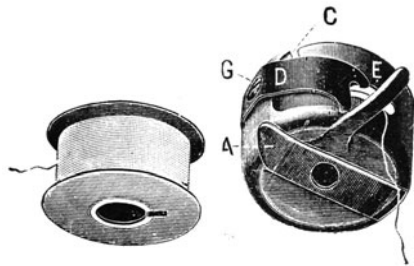

Abb. 30.
Die sehr hohe Spule wird von einem mit Spannungsfeder (D) versehenen **Spulengehäuse** umfaßt (Abb. 30). Das Spulengehäuse wird